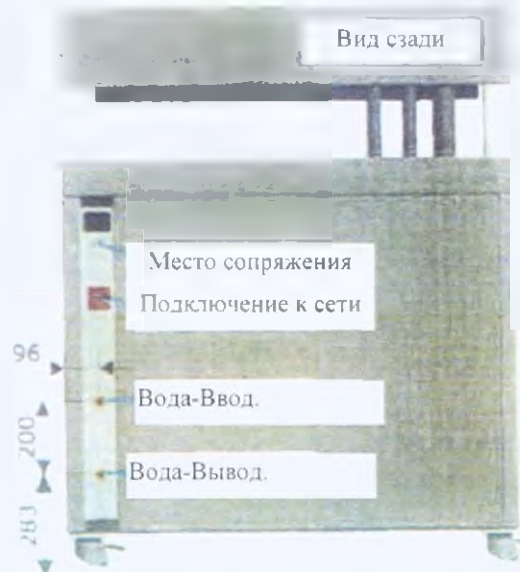

Рисунок 2: Разъемы на задней панели
- На задней поверхности устройства находятся подводы (G 3/4) для воды, см. рисунок 2.